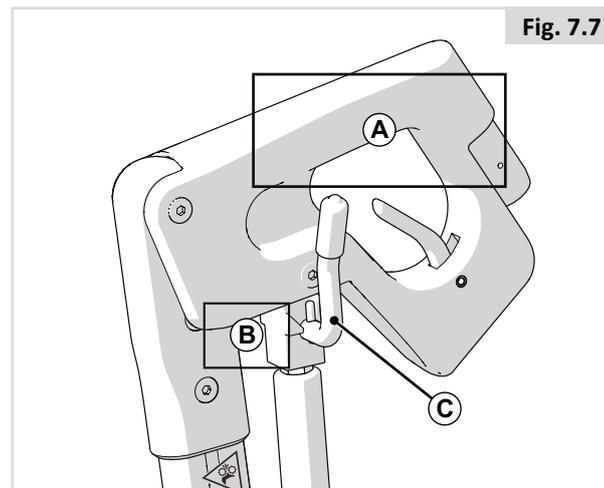

Fig. 7.7
**Attenzione:** è possibile rimanere intrappolati con le dita (Fig.7.7)
### Rimozione del bracciolo (Fig. 7.7)